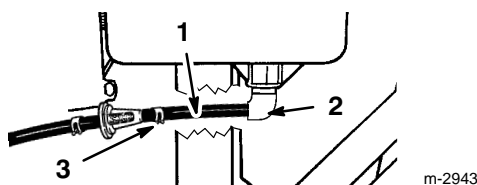

Abbildung 4
5. Die rote Kappe vom Ende der Kraftstoffleitung und vom Ende des Anschlußkrümmers am Benzintank entfernen. Das Ende der Kraftstoffleitung auf den Anschlußkrümmer schieben (Abb. 4). Die Kraftstoffleitung mit einer Kraftstoffleitungsklemme sichern.